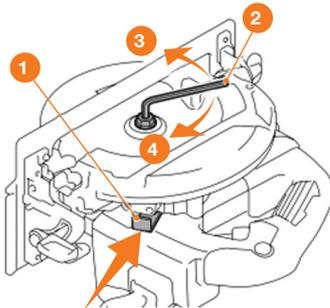

Рис. 2
- Заблокируйте шпindelь кнопкой блокировки ① (Рис. 2).
- Специальным ключом ②, входящим в комплектацию, выверните зажимной винт ③ и внешний фланец, удерживающие диск.
- Затяните шестигранным ключом ② зажимной винт ④ (Рис. 2). Момент затяжки должен составлять 10-12 Нм, что отвечает заворачиванию рукой плюс 1/4 оборота.